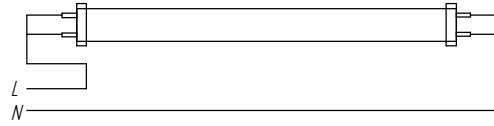

Рисунок 8
5.6 ВО ИЗБЕЖАНИЕ КОРОТКОГО ЗАМЫКАНИЯ ЗАПРЕЩАЕТСЯ ПРИСОЕДИНЯТЬ К ЗАЖИМАМ Wago ПЕРЕМЫЧКУ (ДОПОЛНИТЕЛЬНЫЙ ПРОВОД) ИЗ КОМПЛЕКТА СВЕТИЛЬНИКА В СЛУЧАЕ ИСПОЛЬЗОВАНИЯ СВЕТОДИОДНЫХ ЛАМП ТИПА 2 (см. рис.8 приложение А).